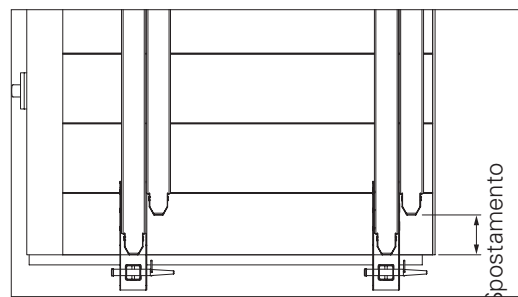

Fig. B5.05a
- Se le travi per piattaforma sono solo leggermente spostate, avvitare bene i supporti dei montanti parapetto Multi prima di installare le travi per piattaforma. Altrimenti, i fori delle viti potrebbero essere coperti. (Fig. B5.05a)
(Fig. B5.05a)